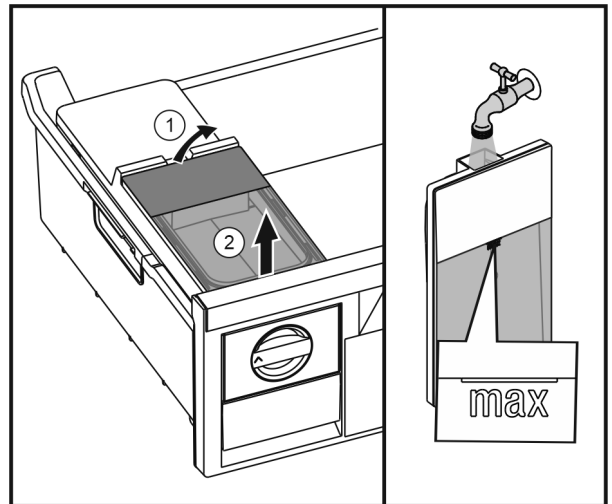

Fig. 31
- ▶ Wassertank von hinten anheben Fig. 31 (1) und nach oben entnehmen Fig. 31 (2).